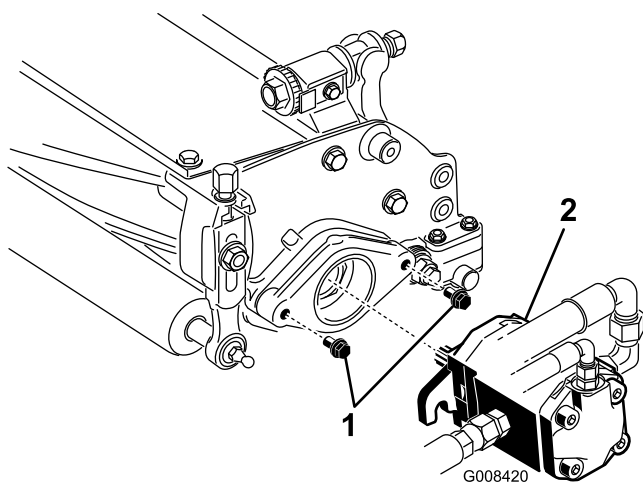

Figure 12
8. Montez les vis de fixation du moteur d'entraînement des cylindres sur chaque plateau de coupe. Laissez dépasser approximativement 13 mm du filetage sur chaque vis de fixation (Figure 12).
10. Lubrifiez l'arbre cannelé de chaque moteur avec de la graisse propre, puis montez le moteur en le tournant dans le sens horaire de sorte que les brides dépassent les goujons. Tournez le moteur dans le sens horaire jusqu'à ce que les brides encerclent les goujons (Figure 12).
11. Resserrez les boulons de fixation (Figure 12).